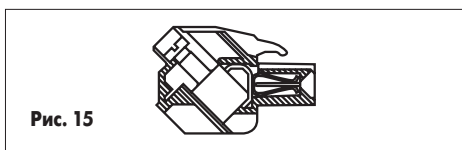

Рис. 15
3. Особняком стоит серия 8213 B/S (рис. 15). Направления ввода провода, подвода инструмента и подключения разнесены на 120°. Эта серия розеточных частей особенно удобна при работе с вилочными частями с углом поворота 45° по отношению к печатной плате. Серия характеризуется шагом контактов 5,08 мм и их количеством от 2 до 24. На заказ возможно заводское механическое кодирование.